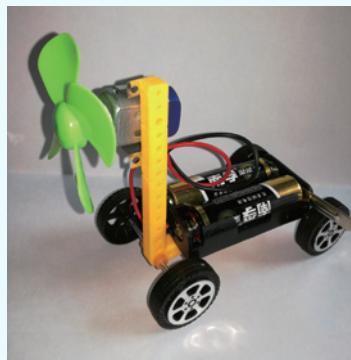

图 3.5 安装好的小车
- 1.按照图3.5所示安装好小车，在指定平面上测试行驶速度。